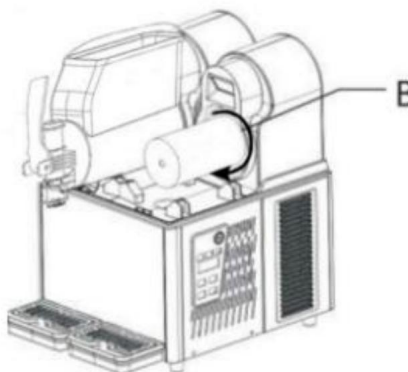

Fig.14
Installer le joint (B), lubrifier toute la surface avec de la graisse comme indiqué par la flèche marques voir Fig.14